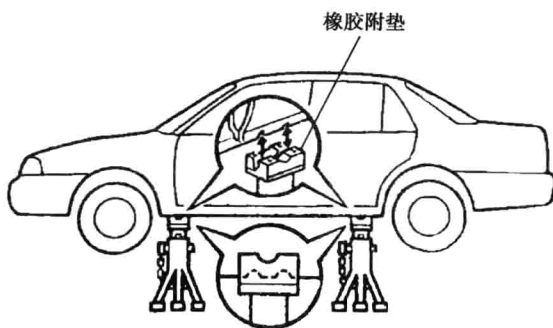

图 1.2.15
(1) 注意与车轮止动器配合使用, 且应在平地上进行操作。
(2) 如图 1.2.15 所示, 使用带橡胶附垫的安全支架。
(3) 用千斤顶和安全支架将车辆正确地支撑在规定位置。
(4) 当顶起前轮时, 放松驻车制动, 并且只将车轮止动器放在后轮后部的位置。当顶起后轮时, 只将车轮止动器放在前轮前部的位。
(5) 不要在车辆只被千斤顶支撑起来时工作或者离开, 一定要用安全支架支撑起车辆。
(6) 当只顶起前轮或者后轮时, 要在车轮的两侧都放上车轮止动器。
(7) 当把前轮顶起的车辆放下时, 应放松驻车制动, 并且只把车轮止动器放在后轮的前部; 当把后轮顶起的车辆放下时, 只把车轮止动器放在前轮的后部。